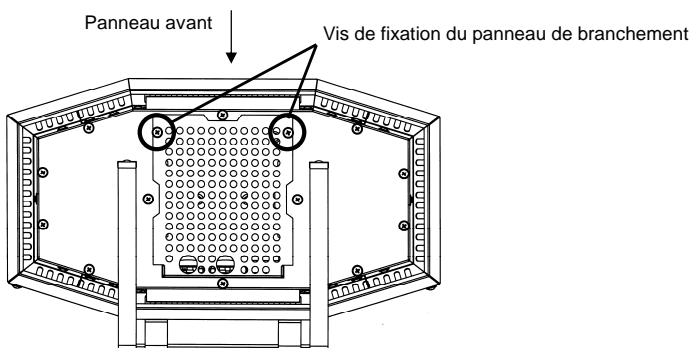

Fig.4
- Défaire le panneau de branchement du poêle à sauna. Pour ce faire, défaire les deux vis à tête cruciforme du bas (voir Fig.4)